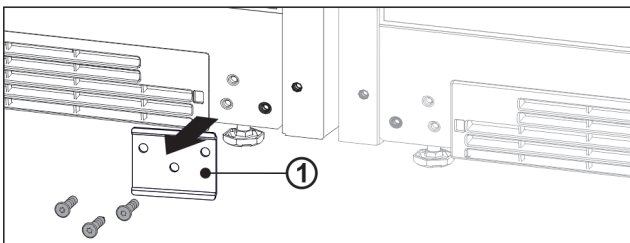

Fig. 13
- Om plåten Fig. 13 (1) är installerad ska den skruvas bort.